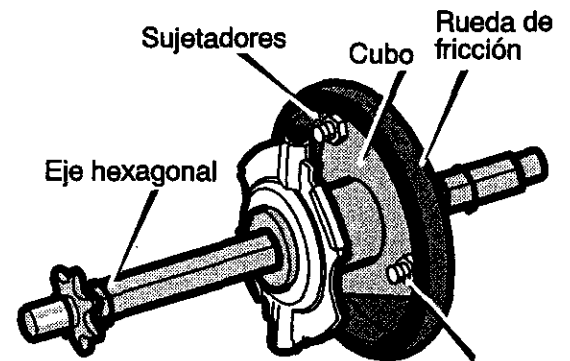

Figura 88
11. Quite los tres sujetadores que retienen la rueda de fricción en el cubo (Figura 88).